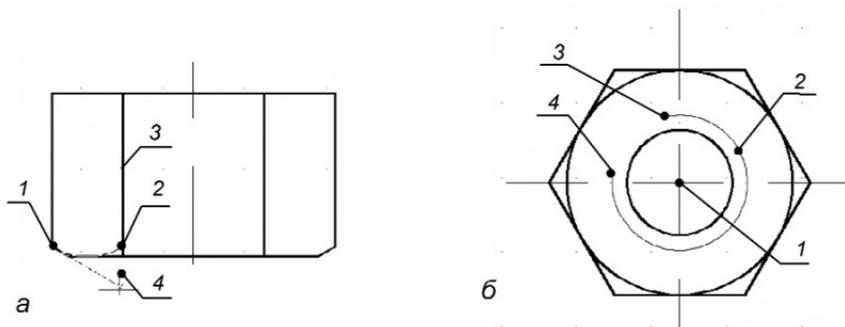

Рис. 4.7. Построение дуги и удаление части окружности
14. Дополнить проекцию гайки линиями фаски – дугами окружностей (рис. 4.7а), используя команду **Arc** (Дуга):
- на последний запрос команды Specify tangent direction for the start point of arc (Определите направление касательной для начальной точки дуги) потянуть мышью в направлении касательной к первой точке и щелкнуть мышью по экрану (рис. 4.7а).
- на запрос команды Select object (Определите объект) указать на прямую 3 (рис. 4.7а);
16. Построить окружность радиусом 7 мм с центром в точке 1 и окружность радиусом 9 мм с центром в той же точке. Изменить толщину линии окружности 2, установив ее 0,15 мм (рис. 4.7б).